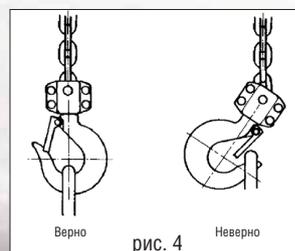

рис. 4
- Установите рычаг реверса на рукоятке в нейтральное положение (Рис. 4) так, чтобы цепь ходила свободно.
- Примечание: цепь ходит свободно, когда нет груза. Подтяните цепь, чтобы она не провисала или ослабьте конец, вращая маховик. Установите рычаг реверса в верхнее положение (Рис. 4).